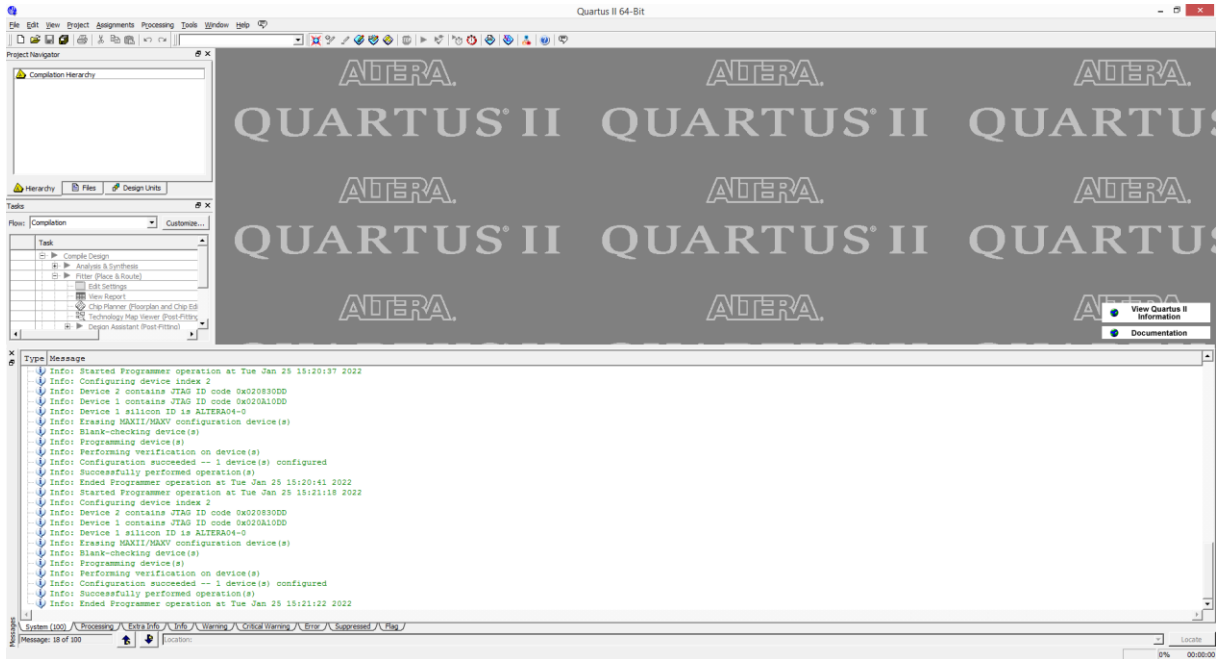

Рисунок 5– Проверка корректности завершения программирования
3.8 После завершения процесса программирования проверить корректность завершения операций (см. рисунок 5). В предпоследней строке должно быть сообщение «Successfully performed operation(s)».